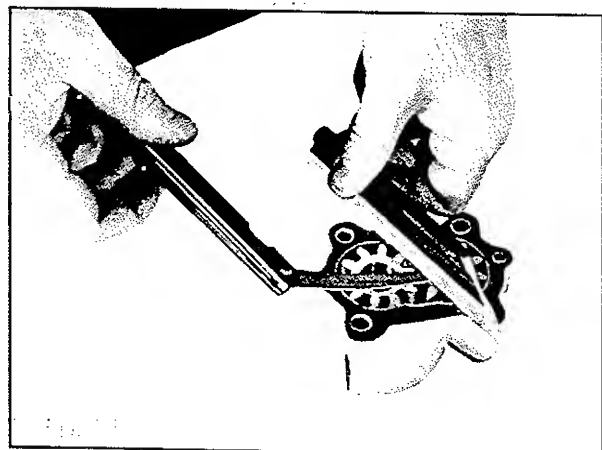

BILD 72 : Messen des Axialspieles
2. Zahnluft der Ölpumpenzahnräder kontrollieren (Bild 72). Bei Überschreiten des zulässigen Verschleißes die Zahnräder erneuern. (Zahnspiel 0,15 - max 0,2 mm)